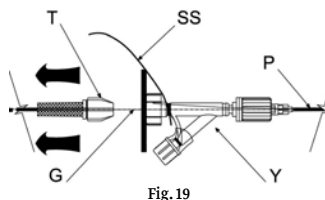

Fig. 19
- Con una mano sujete firmemente el conector en "Y" y con la otra separe el dispositivo de torsión al menos 30 cm hasta que pueda apreciar la liberación del dispositivo. Fig. 19 - 21.